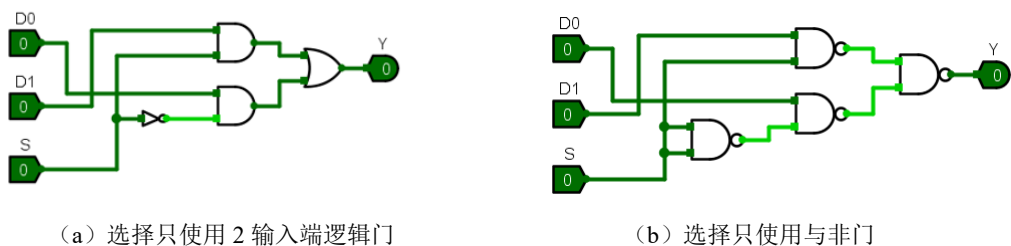

图 11.25 自动创建的电路图
电路构建方式有如下两个选项：①只使用 2 输入逻辑门（Use Two\_input Gates Only）；②只使用与非门（Use NAND Gates Only）。这两种方式下生成的电路图分别如图 11.25(a)和(b)所示。